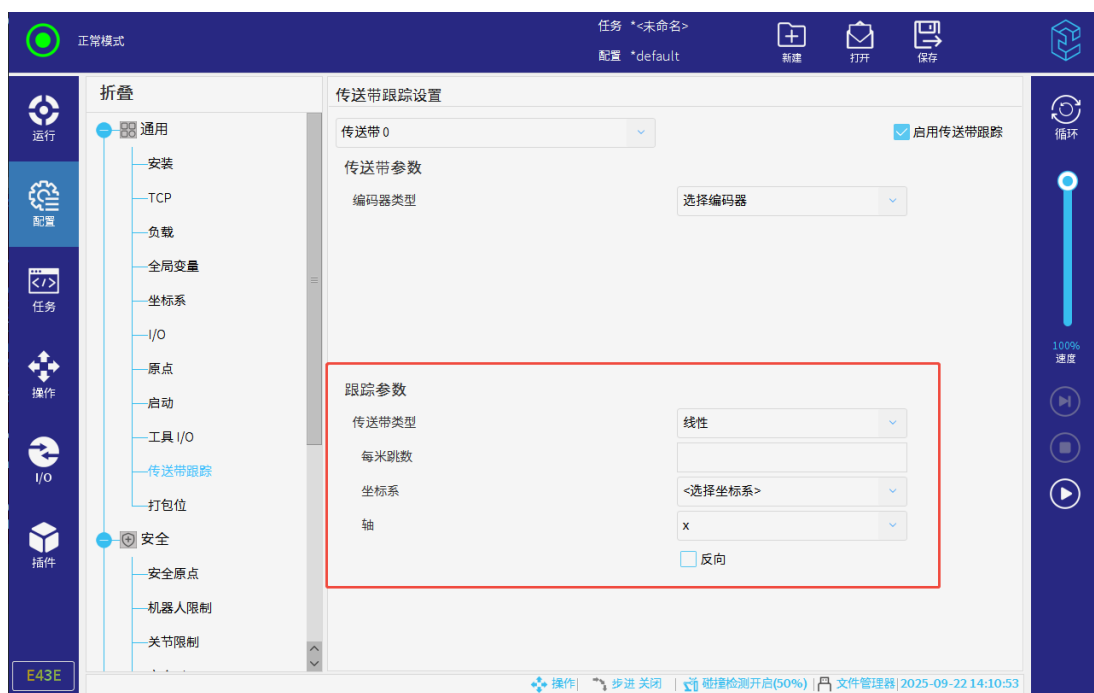

图 3-60: 设置跟踪参数
4. 设置“跟踪参数”，选择“传送带类型”为“线性”或者“圆形”，如图 3-60 所示。